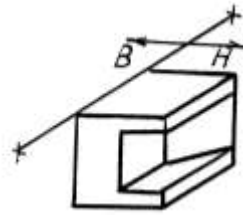
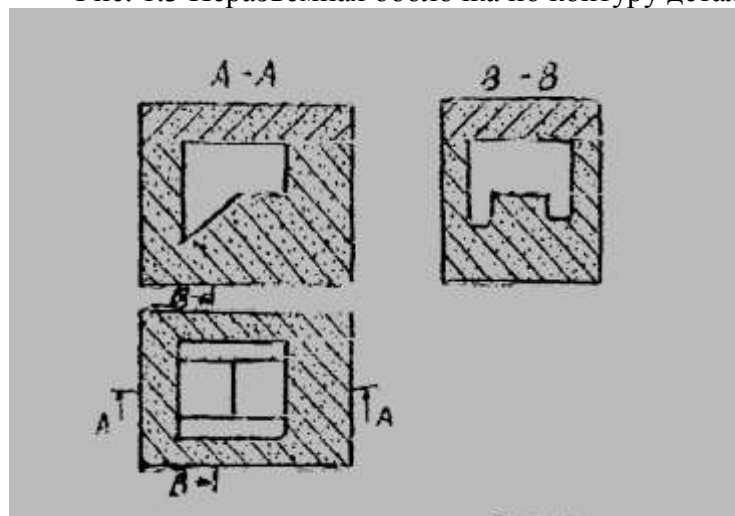

Рис. 1.2 Объемное изображение детали
Рис. 1,4 Форма в сборе (упрощенный вариант)
8. пространственное изображение детали в аксонометрии или диметрии (рис.1,2);
10. выбрать и показать возможные плоскости разъема модели на чертеже детали (на рис. 1,1 показана плоскость разъема I, а на рис. 1.2 плоскость разъема II) и ее пространственном изображении, изобразив их условными элементами в соответствии с ГОСТ 3.1125 – 88 по выполнению элементов литейных форм. Обосновать рациональную плоскость разъема, сравнив несколько возможных вариантов плоскостей разъема между собой, показав наиболее важные преимущества выбранной плоскости разъема детали.